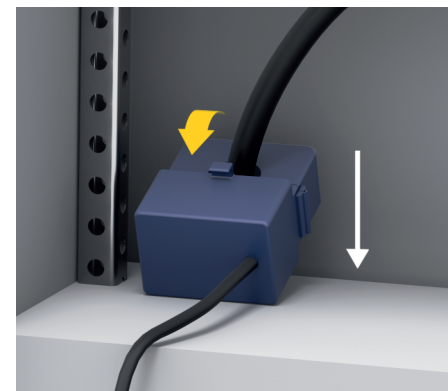

Fig. 15 : Exemple de montage de capteur de courant
- Tenez compte du sens de mesure du capteur (Fig. 15, flèche blanche).
- Choisissez un emplacement de montage offrant un tracé de câble droit et tenez compte du sens de mesure (dans le **sens de la flèche vers le consommateur électrique**) (Fig. 15, flèche blanche).
- Posez le câble d'installation dans le capteur de courant et fermez le capuchon du capteur de courant (Fig. 15, flèche jaune).